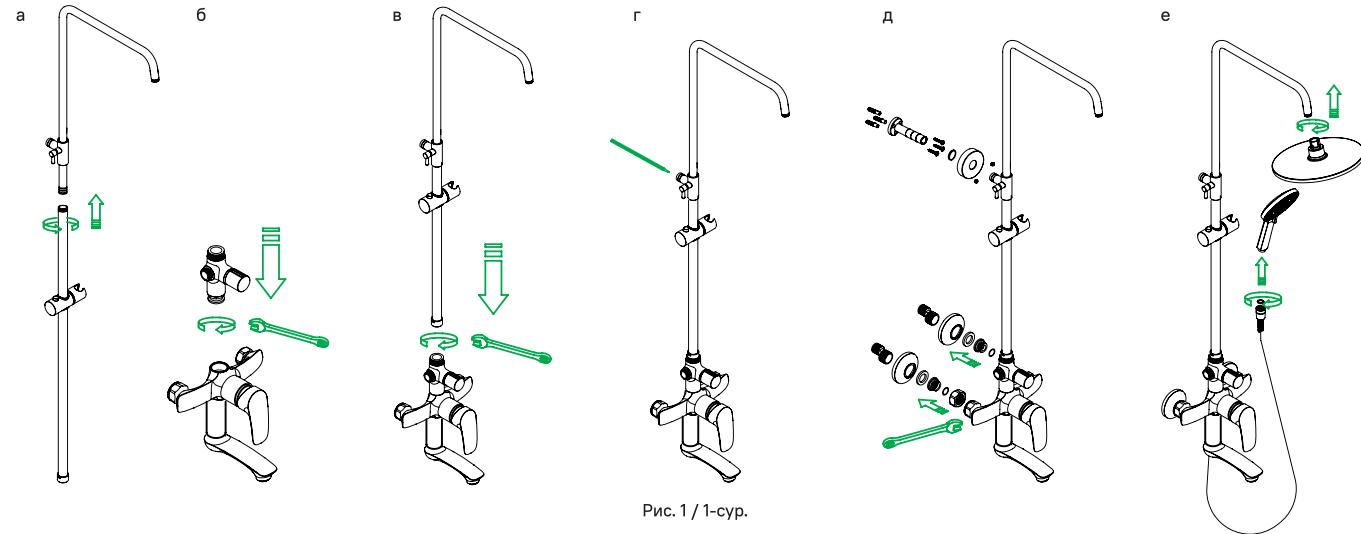

Рис. 1 / 1-сур.
2. Отключите систему холодного и горячего водоснабжения. Ввинтите эксцентрические переходники (рис. 1) в выходы трубопроводов системы водоснабжения, предварительно уплотнив резьбовую часть изоляционным материалом. Подберите положение эксцентрических переходников, при котором они совпадут и будут соответствовать присоединительному положению смесителя. При этом положение смесителя должно быть горизонтальным.
5. Установите штангу для душа (рис. 1). Отметьте места крепления и зафиксируйте штангу с помощью входящего в комплект крепежа.